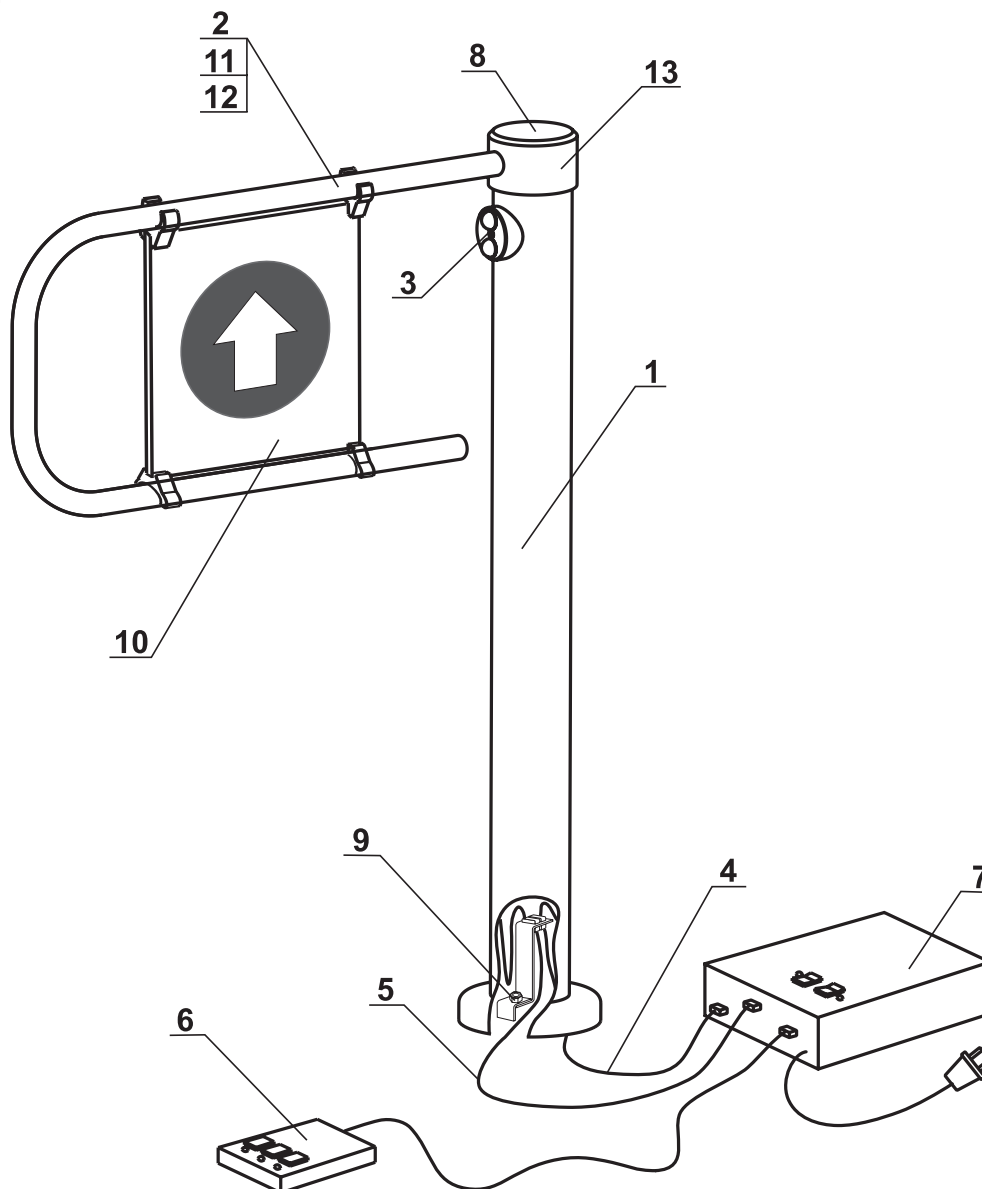

Рис. 2. Чертеж общего вида калитки PERCo-WHD-04:
4.1. Комплект поставки (номера позиций см. рис. 2)
Подвод кабелей питания и управления (поз. 4, 5, рис. 2) от БПК к МУ — по кабельному каналу (рис. 6).
5.2.2. БПК (поз. 7, рис. 2) выполнен в виде отдельного прибора в закрытом металлическом корпусе, обеспечивающем настенное крепление с наружной антисдергивающей фиксацией. Возможно настольное применение БПК.
5.2.3. ПУ (поз. 6, рис. 2) выполнен в виде небольшого настольного прибора в корпусе из ударопрочного пластика с гибким многожильным кабелем, на котором имеется разъем для подключения к БПК. ПУ предназначен для задания и индикации режимов при ручном управлении работой калитки.